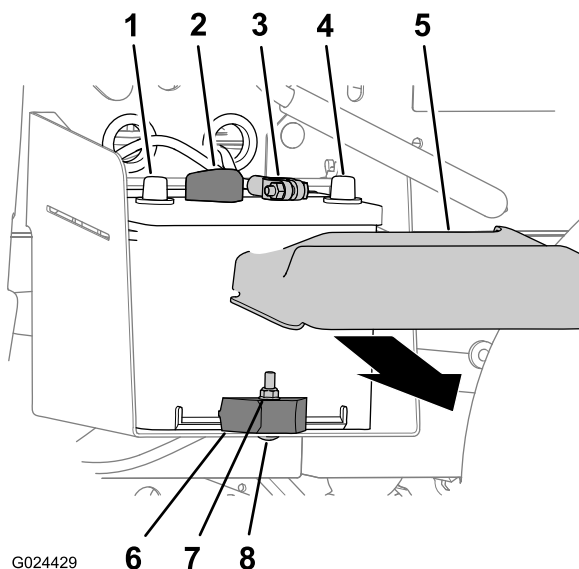

Bild 49
1. Drücken Sie die Seiten der Batterieabdeckung zusammen und nehmen Sie die Abdeckung von der Batterieoberseite ab (Bild 49).
- Schließen Sie das Minuskabel der Batterie vom Batteriepol ab (Bild 49).
- Trennen Sie das Pluskabel der Batterie vom Batteriepol ab (Bild 49).
- Entfernen Sie die Sicherungsmutter, Schlossschraube und die Batterieklemme, mit denen die Batterie am Batteriefach befestigt ist (Bild 49).
- Nehmen Sie die Batterie aus dem Batteriefach (Bild 49).
- Fluchten Sie die Batterie mit dem Batteriefach der Maschine aus (Bild 49).
Hinweis: Stellen Sie sicher, dass die Plus- und Minuspol der Batterie so ausgefluchtet sind, wie in Bild 49 abgebildet.
- Befestigen Sie die Batterie mit der Batterieklemme, der Schlossschraube und Sicherungsmutter am Batteriefach (Bild 49).
- Schließen Sie das Pluskabel am Batteriepol an (Bild 49).
- Schließen Sie das Minuskabel am Batteriepol an (Bild 49).
- Setzen Sie die Batterieabdeckung oben an der Batterie auf (Bild 49).